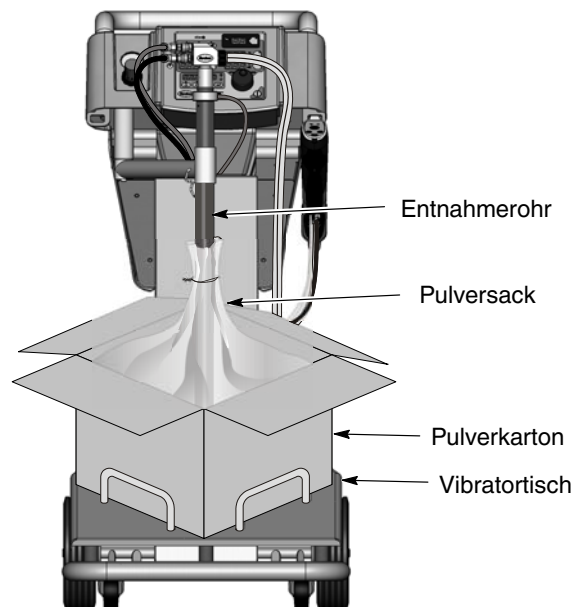

Abb. 4-2 Installation des Pulverkartons
2. Siehe Abb. 4-2. Einen Karton mit Pulver auf den Vibrationstisch stellen.